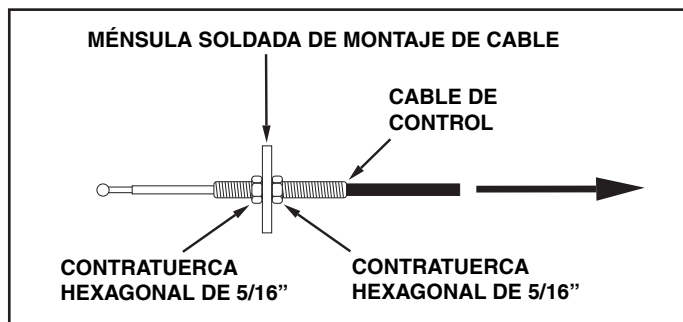

FIGURA 25
- Cuando la cuchilla no se libera y gira cuando se desea, las barras de cierre de ángulo no se están desencajando de las ranuras en la placa de giro. Para corregir este problema, ajuste las contratuercas hexagonales de 5/16" para que el extremo del cable de control se mueva hacia atrás, acercándose a la Ménsula Soldada de Montaje de Cable. En la medida que el extremo roscado del cable se extiende menos a través de la ménsula, las barras de cierre de ángulo se retractarán más para desencajar completamente de las ranuras de la placa de giro. Vea la Figura 25.